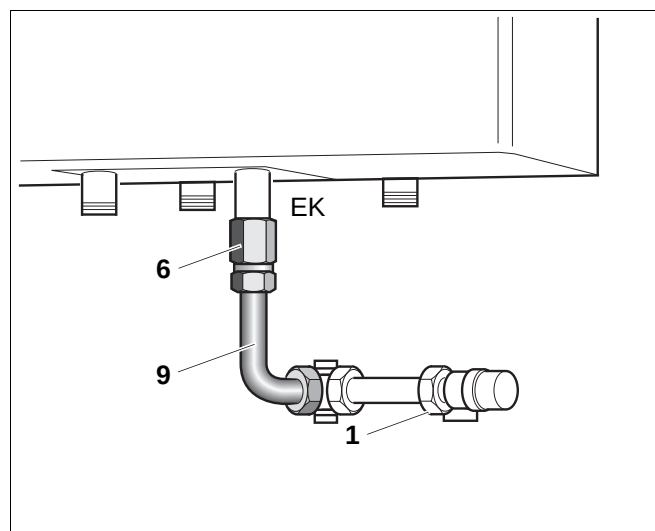

Abb. 22 Kaltwasser-Anschlussrohr (Unterputzmontage und HT 70/HT110 seitlich als Beispiel)
- Verlängerung G $\frac{3}{4}$ (Abb. 22, Pos. 6) am Speicheranschluss (EK) mit Hanf eindichten.
- Kurzen Wellenschlauch (Abb. 22, Pos. 9) mit Dichtung an die Sicherheitsgruppe (Abb. 22, Pos. 1) und die Verlängerung am Speicher (EK) anschrauben.